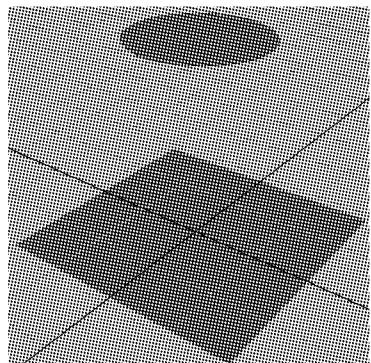

图 3-25 执行平面命令后的效果
(4) 执行 Planar(平面)命令,效果如图 3-25 所示,此命令可以帮助用户创建出多种所需要的平面。